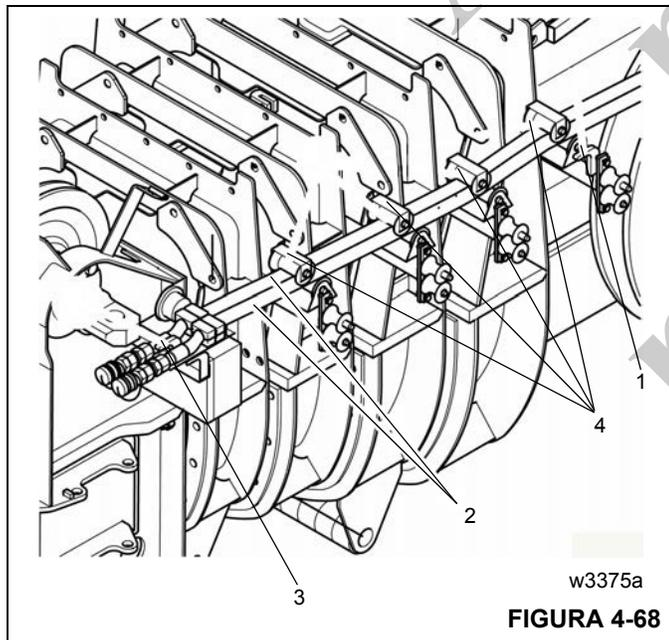

FIGURA 4-68
- Retire o alívio de tensão do suporte (1) e puxe as mangueiras hidráulicas (2) em direção à cabeça da lança principal.
- Enganche o alívio de tensão no suporte (3).
- Passe as mangueiras hidráulicas pelos rolos-guia (4) (Figura 4-68).